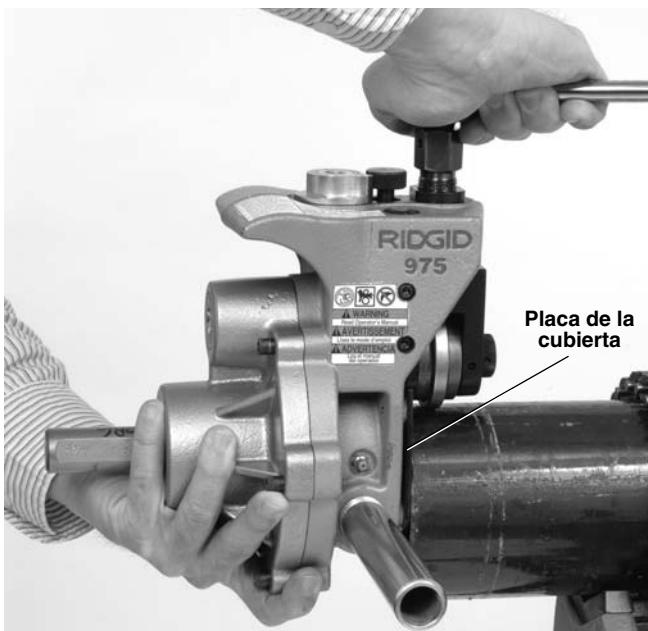

Figura 14 – El operario sujeta firmemente la Ranuradora, sobre un tubo estático, mientras aprieta el tornillo de alimentación
3. Agarre la ranuradora firmemente. No alce el trinquete. Meta el eje de accionamiento dentro del tubo y verifique que la placa de la cubierta topa el extremo del tubo (*Figura 14*). Apriete manualmente el tornillo de alimentación para poner el rodillo de ranurado en contacto con la pared exterior del tubo. En seguida emplee el trinquete para apretar el tornillo de alimentación otro ¼ de vuelta. Compruebe que el rodillo ranurador esté enclavado en el tubo y que el extremo del tubo está pegado a la placa de la cubierta. De lo contrario, vuelva a repetir el procedimiento. Siempre revise a conciencia que la ranuradora se encuentra bien sujetada cuando se la usa sobre un tubo inmóvil, para que no se caiga.